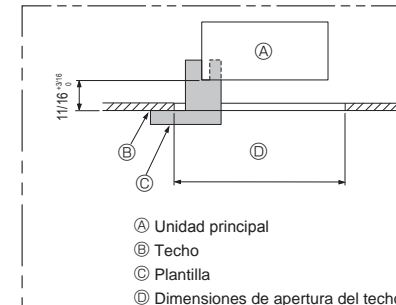

Fig. 3-7
- Asegúrese de que el paso A se realiza en 17-22 mm, 11/16 to 3/4 pulgadas. Si no se respeta este margen, podrían producirse graves daños. (Fig. 3-7)